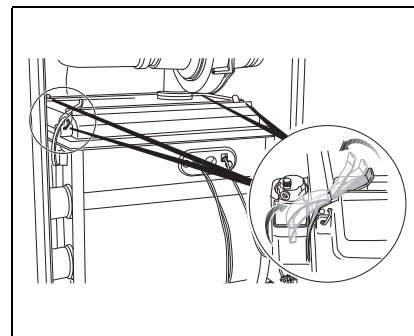

Fig. 7
- Aprire le 4 chiusure a scatto del coperchio del bruciatore (fig. 7).
- Abrir os 4 grampos de tensão na cobertura do queimador (fig. 7).